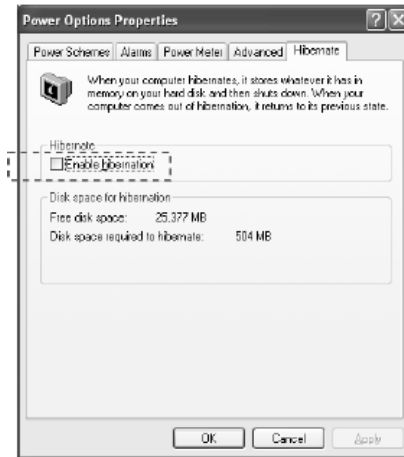

图2-4 电源选项属性对话框（休眠）
6. 单击**休眠 (Hibernate)** 选项卡，确保**休眠**已停用（图2-4）。